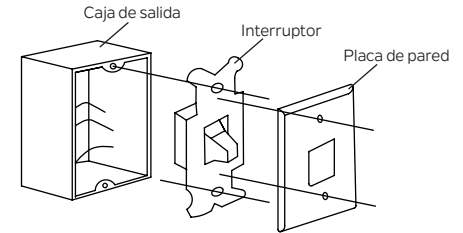

Figura 15
**Paso 1.** Retire la placa de pared existente y el interruptor antiguo de la caja de salida de pared. Desconecte los cables. (Figura 15)